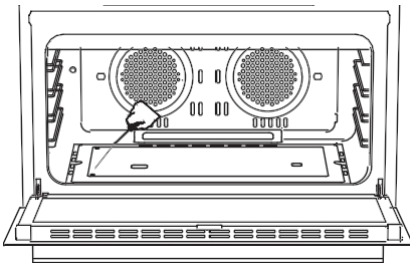

Figura 8
1. Quitar la cubierta del quemador parrilla, la cual está fijada con dos tornillos de punta phillips, ver en (figura 8).